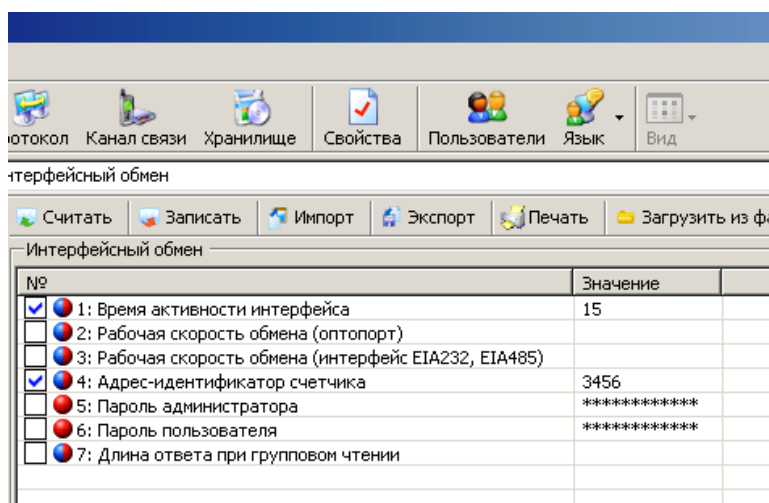

Рисунок 5.16 – Интерфейсный обмен
- Проверить значения начальной и рабочей скорости через интерфейс, они должны быть равны 9600 бод (5) (см. п. 5.4.3).
- Чтением параметра «время активности интерфейса» убедиться, что его значение равно 15 с. (см. рисунок 5.16).
- Чтением параметра «адрес-идентификатор счетчика» (см. рисунок 5.16) убедиться, что его значение равно 4 последним цифрам серийного номера, без нулей перед значащими цифрами, т.е. если 4 последние цифры заводского номера имеют вид «0001», то идентификатор равен «1».